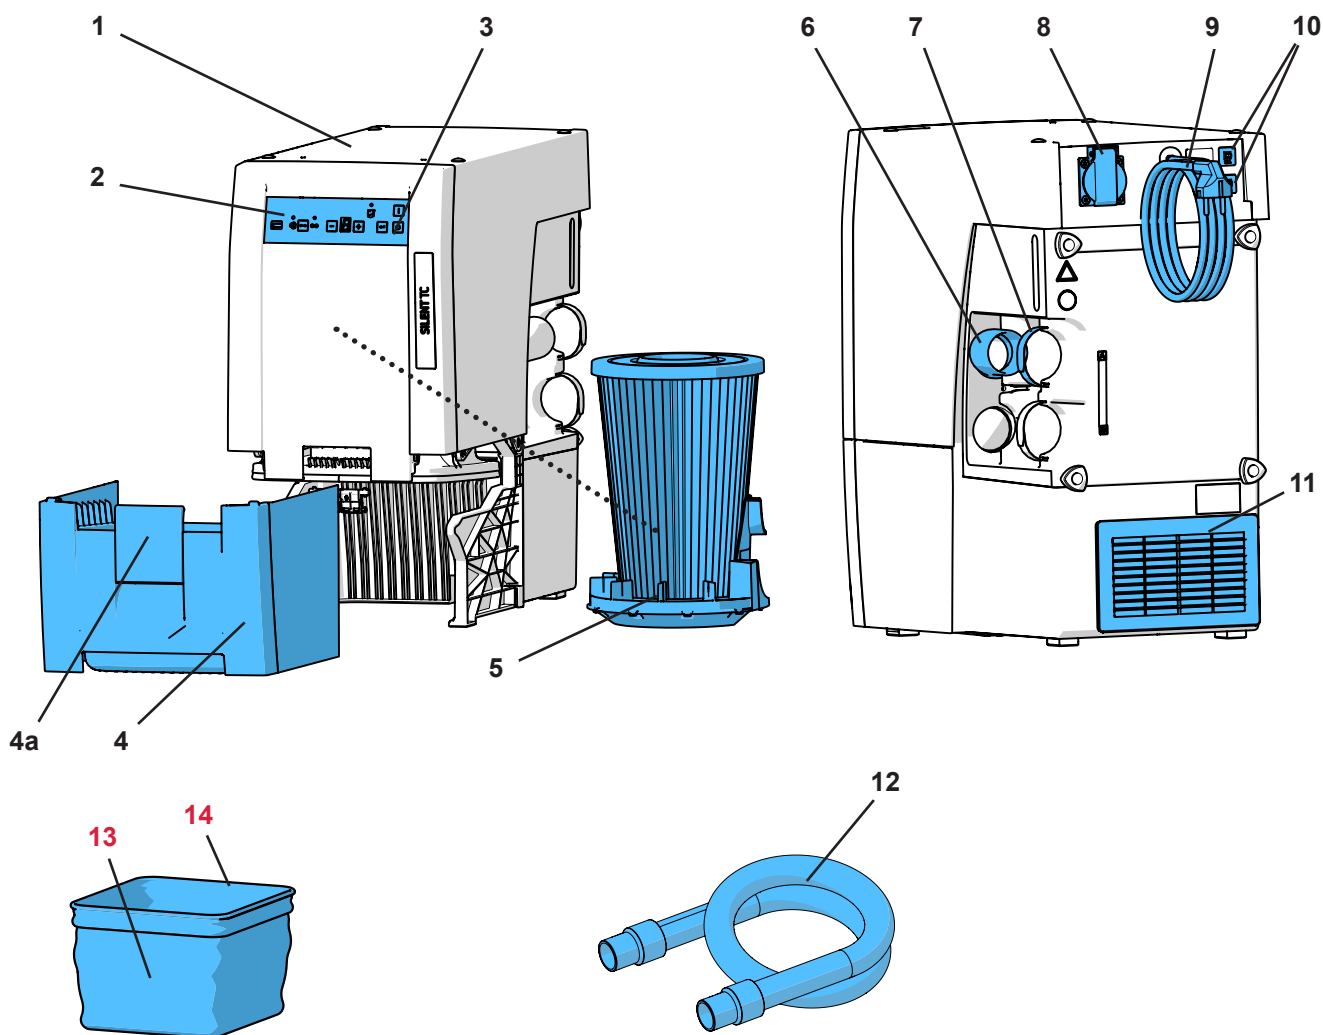

Fig. 1
- la salida de aire (11, Fig. 1) no cuente con ninguna obstrucción.
- Guía externa del aire de escape (A) (véase el cap. 4.6).
- Abertura en la pared posterior del armario (B), mín. 250 x 120 mm, directamente enfrente de la salida del aire de escape (11, Fig. 1).
- Retirar la pared posterior del armario (C), distancia de la pared posterior del armario a la pared mín. 50 mm.
⇒ Desenrollar el cable de alimentación (9, Fig. 1) y enchufar la clavija de alimentación en la toma de corriente de la instalación del edificio.
La aspiración funciona gracias al aparato eléctrico conectado a la toma de corriente del aparato (8, Fig. 1).